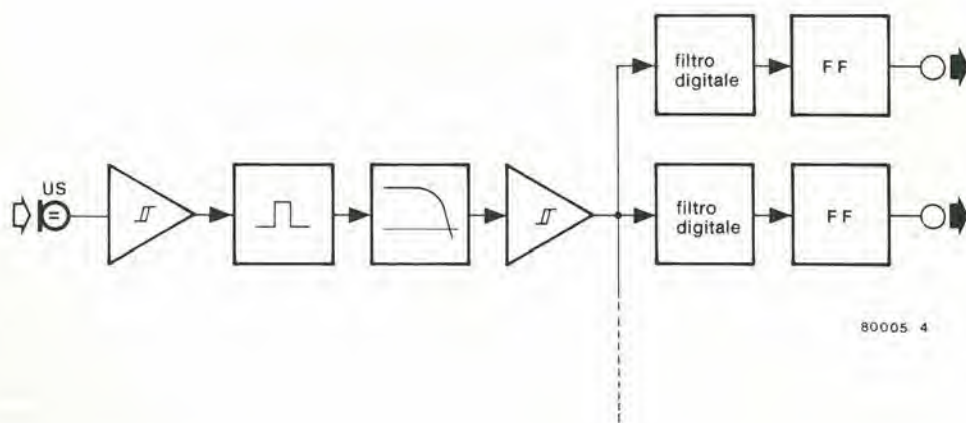

Figura 4. Schema a blocchi del ricevitore.
Figura 4. Il filtro a risonanza realizzato per la banda dei due metri, può essere impiegato anche per segnali provenienti dalla banda dei 70 centimetri, con risultati di poco inferiori.
La figura 4 mostra l'effetto a 432 MHz (banda dei 70 centimetri).
Lo schema a blocchi del ricevitore appare nella figura 4. La prima sezione - trigger, flip-flop del tipo "one shoot", filtro passabasso e secondo trigger, amplifica i segnali raccolti dal trasduttore ultrasonico (US) e ricava il segnale a bassa frequenza di mo-
Il flip-flop detto, funziona in pratica come multivibratore monostabile, con un periodo di tempo che è più lungo del ritardo tra gli impulsi consecutivi. Il risultato è che l'uscita di questo flip-flop rimane "bassa" sino a che N2 sta passando gli impulsi. Il segnale è impiegato per dare il clock al secondo flip-flop, FF2, che corrisponde al blocco indicato come "FF" nella figura 4. Il circuito completo, di conseguenza, funziona come una specie di "flip-flop selettivo"; il tutto non è azionato da un impulso singolo; al contrario risponde ad un segnale quadro all'ingresso che abbia la frequenza giusta.